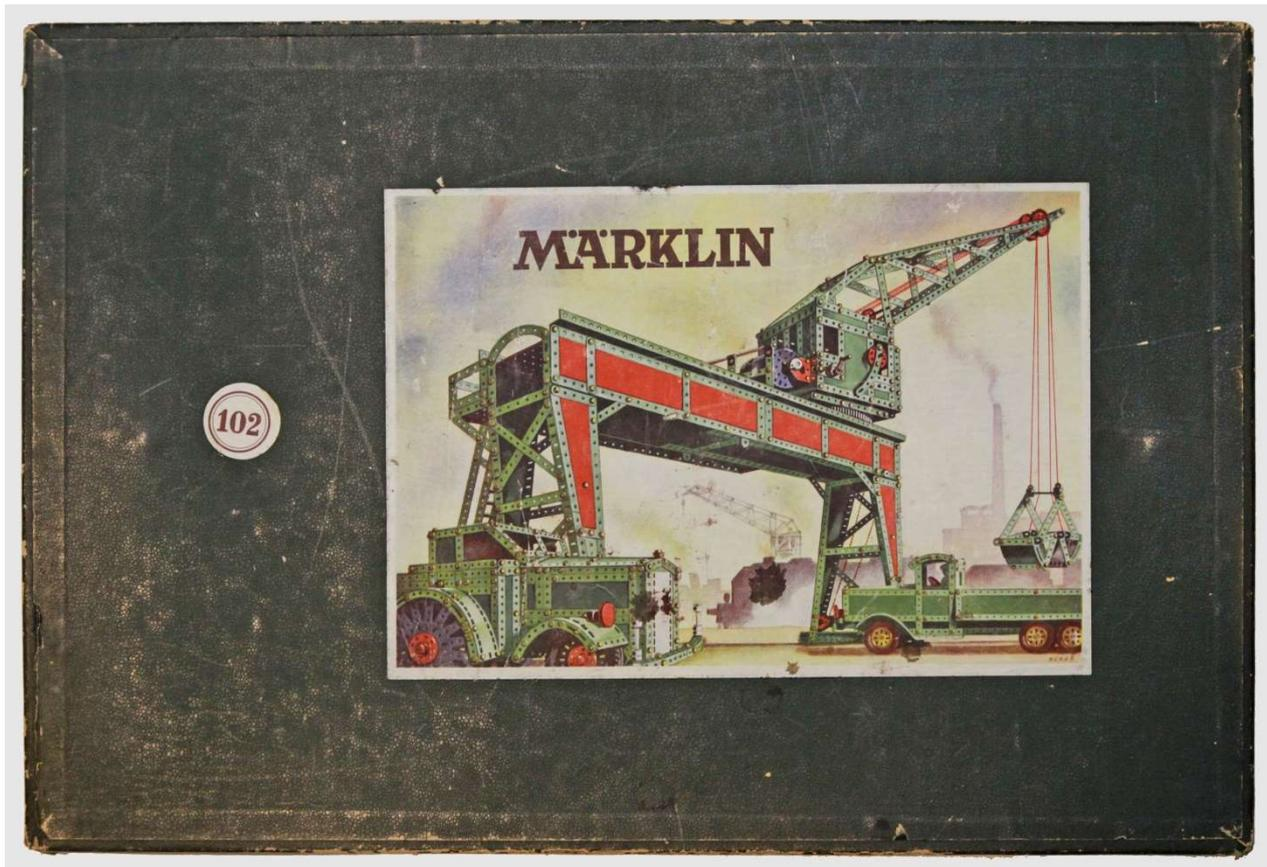

Bild 1: Deckel des Baukastens Nr. 102 von 1947
- Die Kästen waren mit fein genopptem, dunkelgrünem Papier kaschiert (*Bild 1 am Anfang*)